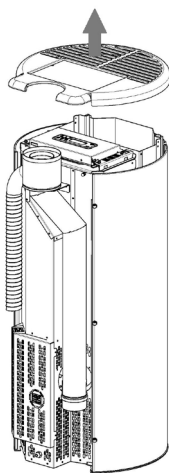

Fig. 71 - Abdeckplatte entfernen
- Die Seiten entfernen (siehe **Fig. 71**).